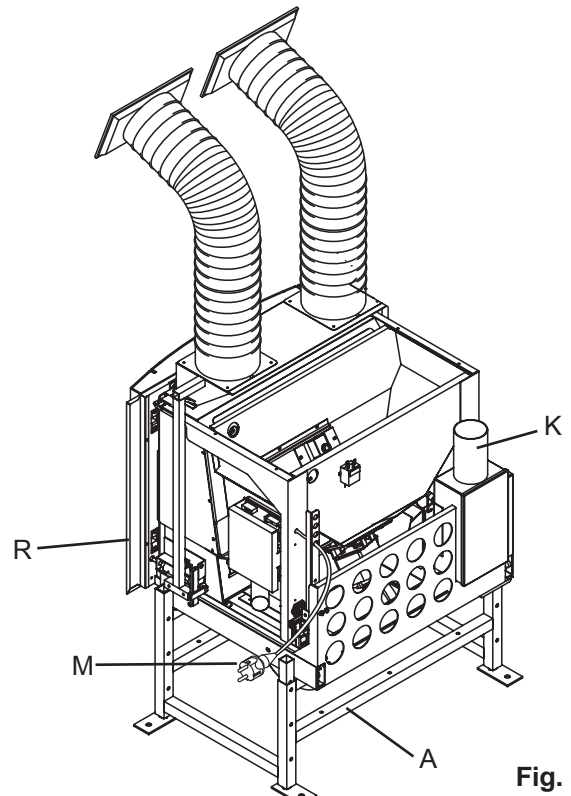
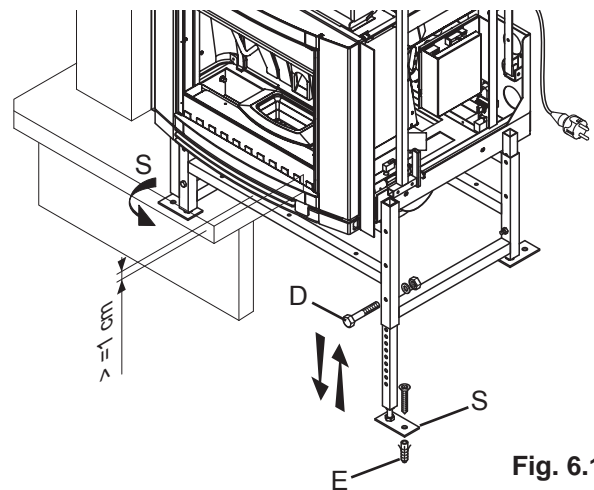
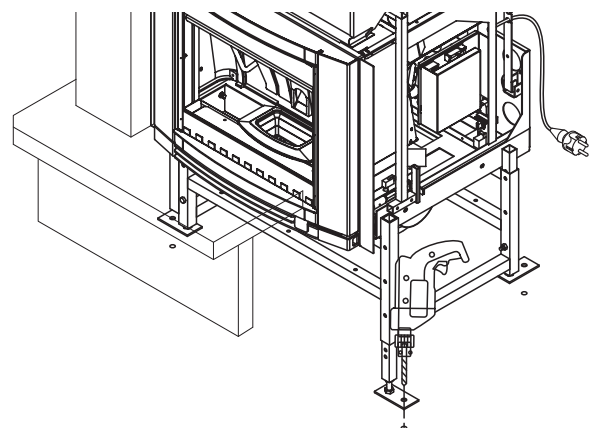

Fig. 6.1.1
Fig. 6.1.2
Fig. 6.1.3
Le châssis d'extraction est composé de (Fig. 6.1.1):
Installation (Fig. 6.1.1, Fig. 6.1.2, Fig. 6.1.3):
- 4) Pratiquer 4 trous Ø 8 pour la fixation au sol du châssis (Fig. 6.1.3). Utiliser le châssis comme gabarit.
- 5) Fixer les pieds (S) du soubassement à l'aide de solides chevilles expansibles en acier Ø 8 mm (E);
- 6) Relier le collecteur de sortie (K) au conduit de sortie des fumées;
- 8) Prévoir l'arrivée de la ligne électrique à l'arrière du poêle (M);